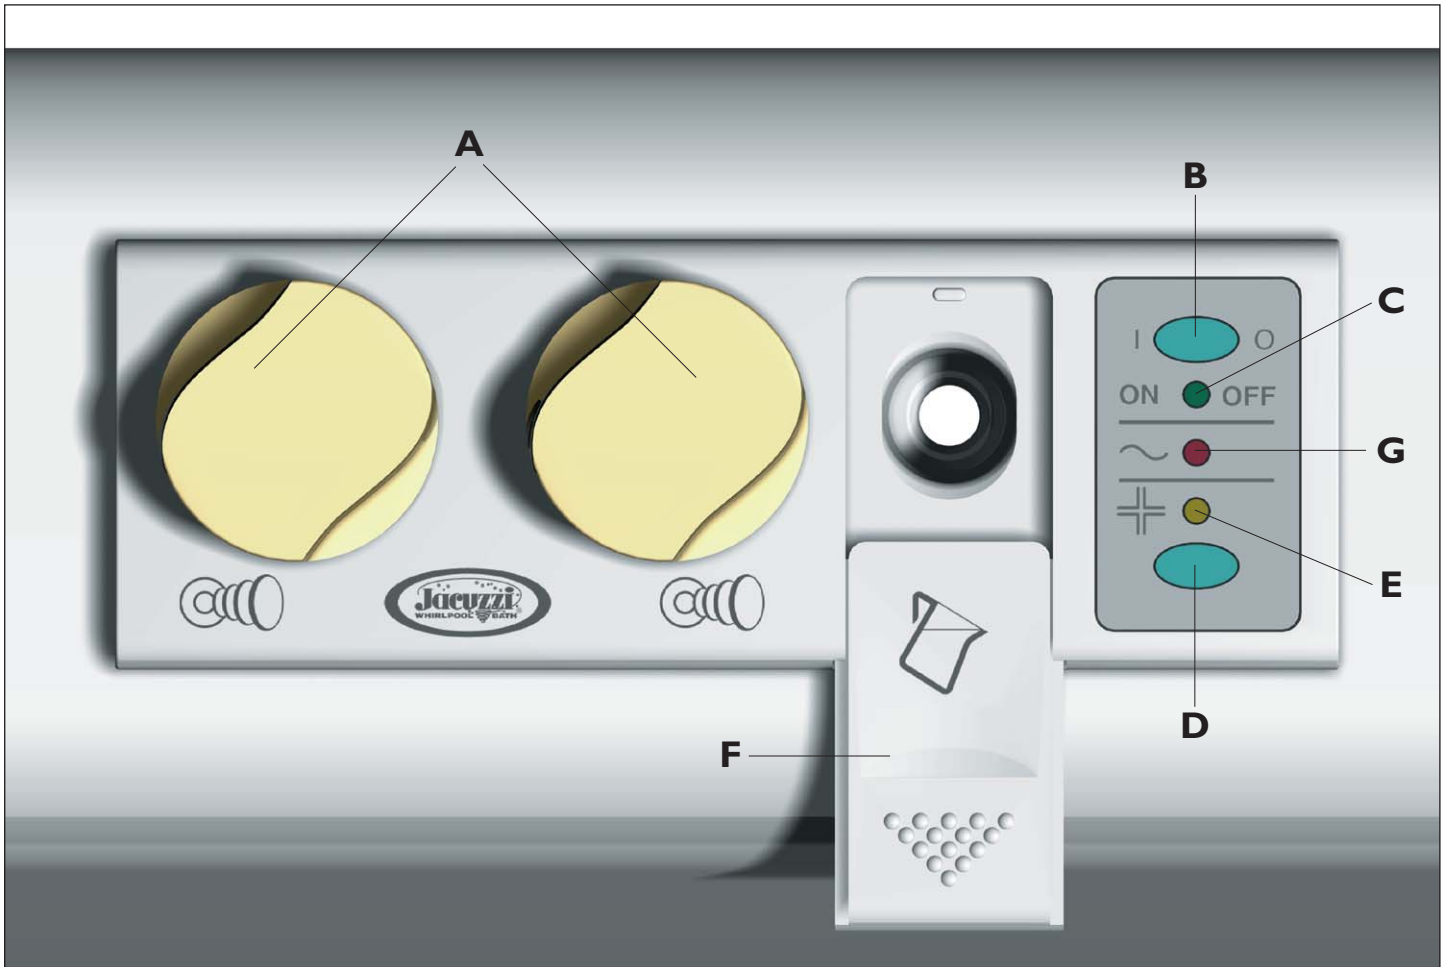
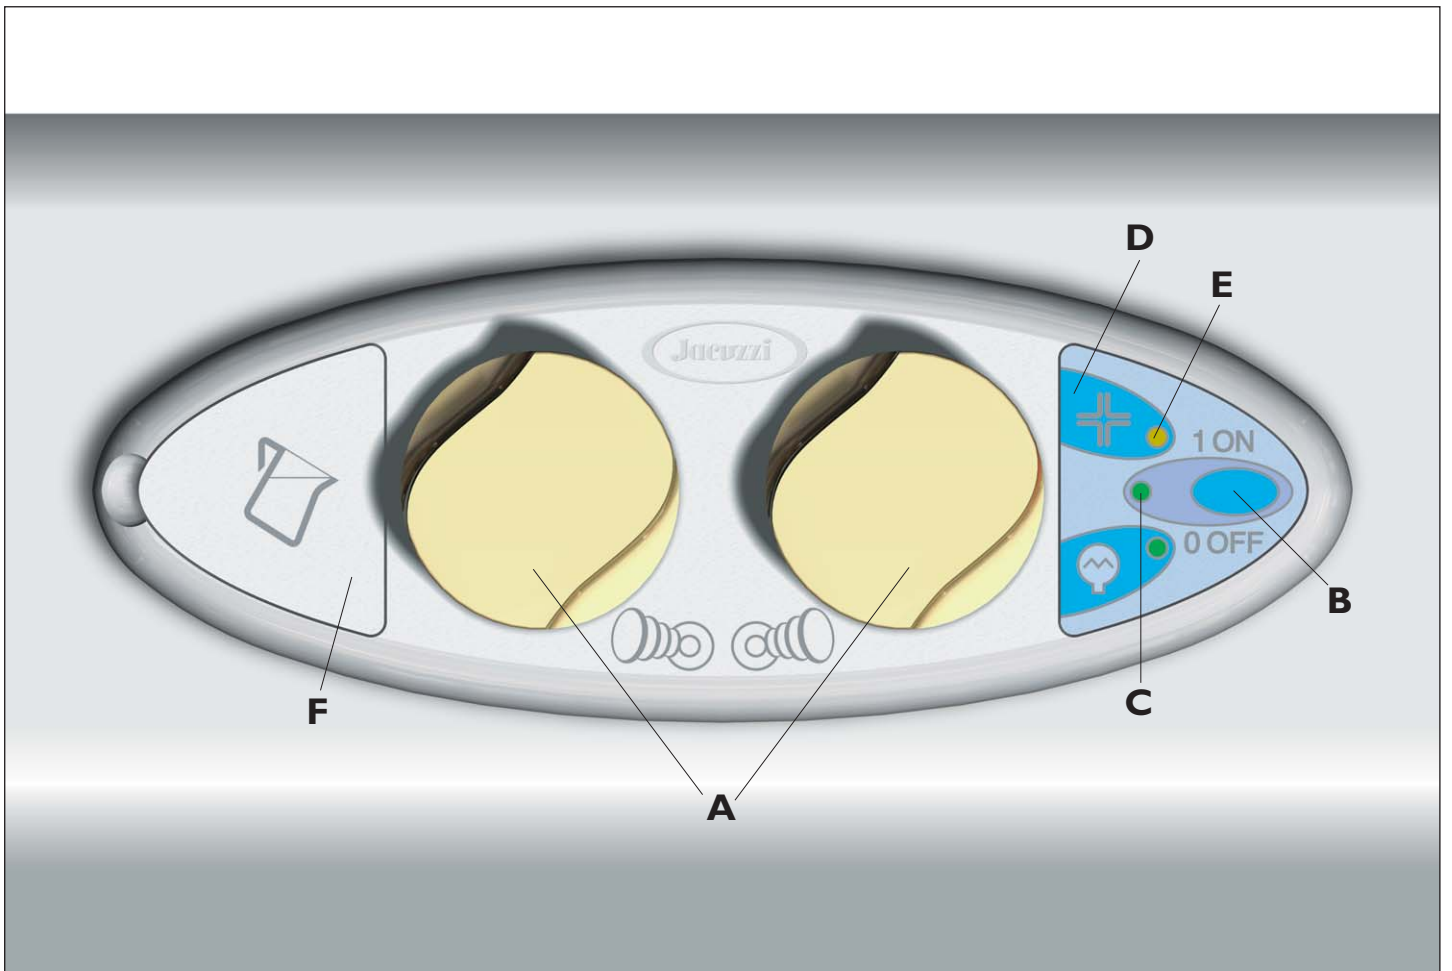

Fig. 7
Fig. 8
- El piloto rojo (G), presente en los modelos que llevan incorporada la carátula rectangular de la Fig. 7, indica si hay tensión (alimentación eléctrica de la bañera).
- Para disfrutar del hidromasaje Jacuzzi® es suficiente sumergirse en el agua y oprimir el botón de arranque (botón B de las Figs. 7 u 8). Se enciende el piloto verde (C) y al mismo tiempo se pone en marcha la bomba y empieza el ciclo de hidromasaje.
- Una vez finalizada la instalación, por tanto, primero hay que verter el líquido desinfectante del envase suministrado en el específico depósito fijado en la estructura metálica que soporta la bañera; esta operación se vuelve más sencilla utilizando el embudo suministrado (en el kit de accesorios). El depósito, cuya capacidad es de más de un litro, está empalmado por medio de un tubito con la boca situada en el borde de la bañera y tapada por el portillo (F) (véanse Figs. 7 y 8).
**Nota:** se aconseja cerrar totalmente el aire (actuando sobre los pomos (A) correspondientes, ubicados en el borde de la bañera), para que no se produzca excesiva espuma durante el funcionamiento de la bomba. Comprobar también que las boquillas de hidromasaje están abiertas, al menos parcialmente.
- Las diferentes secuencias del ciclo de desinfección se visualizan en la carátula mediante los pilotos (E) y (C).
- El piloto amarillo (E) se enciende manteniendo apretado el botón (D) durante algunos segundos (o sea, indica que se ha activado el ciclo) y se queda encendido durante todo el ciclo; al mismo tiempo el piloto rojo (G), presente sólo en la carátula rectangular de la Fig. 7, se apaga.
- El piloto verde (D) se enciende al ponerse en marcha la bomba y se vuelve a apagar cuando esta última se para (la bomba permanece en marcha sólo al principio y al final del ciclo).
- Finalizado el ciclo de desinfección (por tanto, después de 10 minutos aproximadamente), los pilotos amarillo (E) y verde (C) se apagan (el piloto (G) de la Fig. 7 vuelve a encenderse); esto significa que el ciclo se ha concluido y se puede vaciar la bañera.
As banheiras Jacuzzi podem ser equipadas com uma instalação de desinfecção, montada previamente na fábrica. Portanto, no bordo da banheira dos modelos que contemplam esta função encontraremos quer os comandos da hidromassagem quer aqueles da desinfecção, todos eles reunidos num painel de controlo de forma rectangular (veja fig. 7), ou de forma oval (veja fig. 8).
Legenda dos comandos (fig. 7 e 8)
- O led vermelho (G), presente nos modelos que estão equipados com o painel de controlo rectangular da fig.7, é o indicador luminoso que indica a ligação da corrente eléctrica da banheira.
- Para disfrutar de uma hidromassagem Jacuzzi® é suficiente entrar na água e carregar no botão de arranque (botão B da Fig. 7 e 8).
ligado com um pequeno tubo à boca colocada no bordo da banheira e disfarçada pela portinhola (F) (veja Fig. 7 e 8).
• As várias sequências do ciclo de desinfecção são visualizadas no painel de controlo através dos led (E) e (C).
- O led amarelo (E) acende mantendo premida a tecla (D) durante uns segundos (indica que o ciclo foi activado) e permanece aceso por toda a duração do ciclo; simultaneamente apaga-se o led vermelho (G), presente apenas no painel de controlo rectangular da Fig. 7
- O led verde (C) acende logo que arrançar a bomba e apaga-se quando a bomba pára (a bomba funciona somente na parte inicial e final do ciclo).
- Acabado o ciclo de desinfecção (portanto, depois de 10 minutos, mais ou menos), o led amarelo (E) e o led verde (C) apagam-se; (o led (G) da Fig. 7 acende-se de novo) isto quer dizer que o ciclo acabou e é possível esvaziar a banheira.